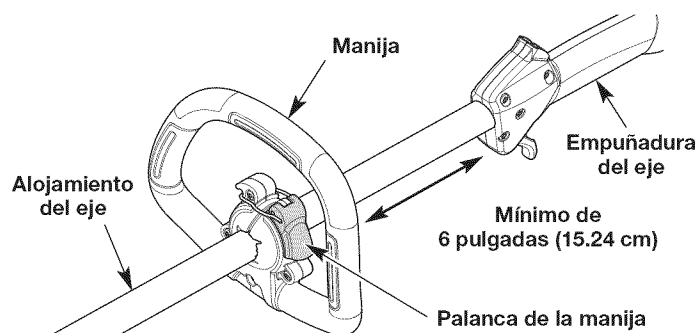

Fig. 2
1. Voltee la palanca de la manija hacia arriba para aflojarla (Fig. 2).
2. Mientras sujeta la unidad en la posición de funcionamiento (Fig. 12), desplace la manija hasta la ubicación que le ofrece el mejor agarre. Ubíquela como mínimo a 6 pulgadas (15.24 cm) del extremo de la empuñadura del eje (Fig. 2).
3. Incline la manija como desee (Fig. 2).